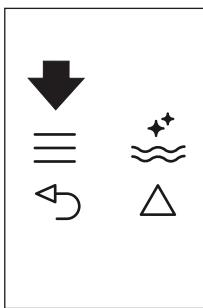
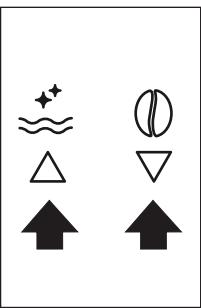

Рис. 22
Рис. 9
- ▶ Нажмите значок (B2), чтобы войти в меню (рис. 22), затем нажимайте значки (B7) и (B8) (рис. 9) пока на дисплее не появится сообщение PROGRAM HOT WATER (ПРОГРАММИРОВАНИЕ, ГОРЯЧАЯ ВОДА).
- ▶ Нажмите значок \equiv (B2), чтобы войти в меню (рис. 22), или нажмайте значки $\triangle \nabla$ (B7) и (B8) (рис. 9) пока на дисплее не появится сообщение PROGRAM CAPPUCCINO (ПРОГРАММИРОВАНИЕ, КАПУЧИНО).
- ▶ Для подтверждения нажмите значок **ок** (B9), затем нажмайте значки $\triangle \nabla$ (B7) и (B8) (рис. 9), пока на дисплее не появится сообщение COFFEE FOR CAPPUCC. (КОЛИЧЕСТВО КОФЕ ДЛЯ КАПУЧИНО).